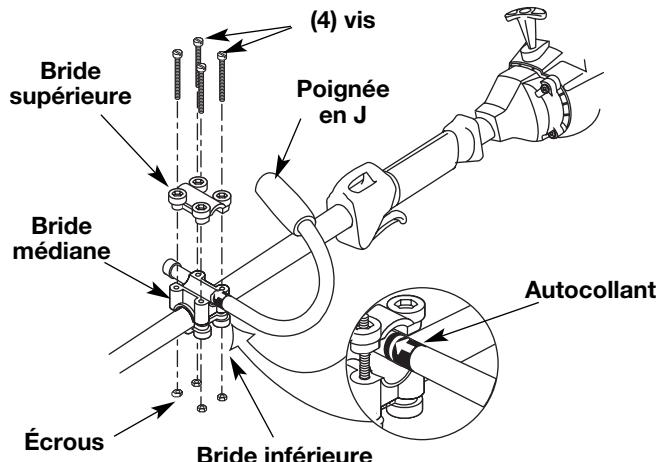

Figure 1
1. Placez la poignée en J entre les brides supérieure et médiane (Fig. 1).
5. Glissez la poignée en J en un mouvement de va-et-vient jusqu'à ce que la flèche/ligne blanche de l'autocollant touche la bride (Fig. 1).